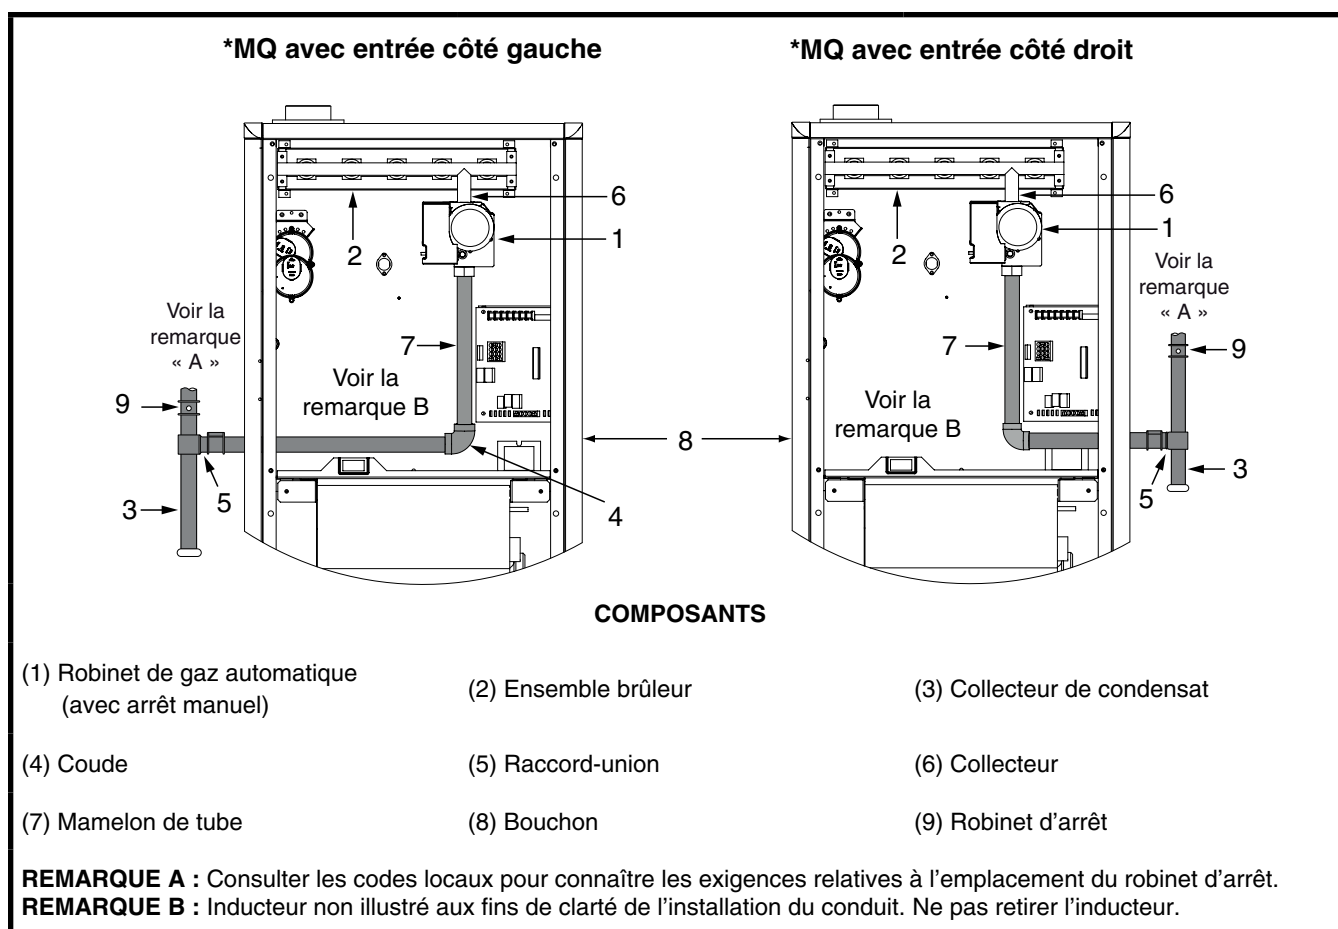

Figure 18. Raccordements de gaz typiques
- Certaines réglementations locales exigent l'installation d'un robinet d'arrêt principal manuel et d'un raccord-union de mise à la terre à l'extérieur du générateur d'air chaud, comme indiqué à la Figure 18, (page 21). Le robinet d'arrêt doit être facilement accessible pour l'entretien ou l'utilisation d'urgence. Communiquer avec le service public local ou le fournisseur de gaz pour connaître les exigences supplémentaires relatives à l'emplacement du robinet d'arrêt de gaz principal manuel.
- Il faut installer un collecteur de condensat dans la longueur de conduit verticale acheminée jusqu'à l'appareil, comme indiqué à la Figure 18.
Le générateur d'air chaud peut être installé avec une entrée de gaz du côté droit ou du côté gauche. Au moment de raccorder l'alimentation en gaz, prévoir un dégagement entre la conduite d'alimentation de gaz et le trou d'entrée dans le boîtier du générateur d'air chaud pour éviter les bruits non désirés ou les dommages au générateur d'air chaud. Raccordement de gaz typique, comme indiqué à la Figure 18.